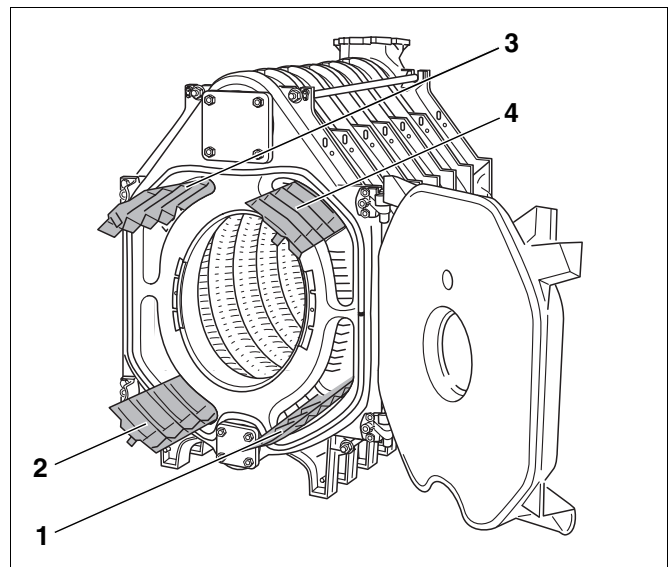

Abb. 34 Heizgaslenkplatten
- Heizgaslenkplatten aus der Beschlagteilkiste entnehmen und entsprechend der aufgelegten Beschriftung in die Heizgaszüge einlegen (siehe dazu Abb. 34 und unten stehende Tabelle).